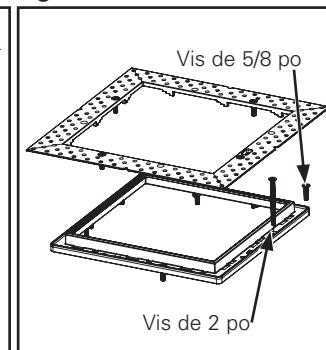

Figure 6.
- Desserrez et enlevez les (4) vis de jonction. Retirez le cadre perforé de l'assemblage.
- Retirez les (4) vis de plafond de 5/8 po, et remplacez-les par les vis de montage de 2 po (Figure 6.).
- Fixez le cadre perforé au cadre de montage à l'aide des (4) vis de jonction. Ne serrez pas trop les vis de montage.